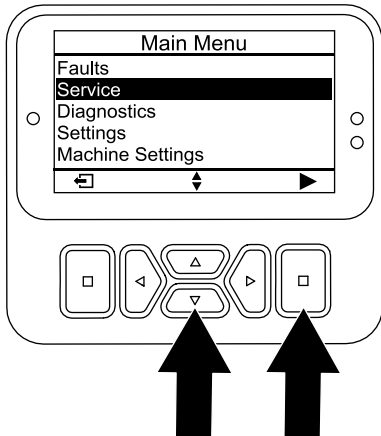

Bild 105
3. Drücken Sie die Taste „nach unten“, bis die Option SERVICE ausgewählt ist, und drücken Sie dann die Auswahlstaste (Bild 105).